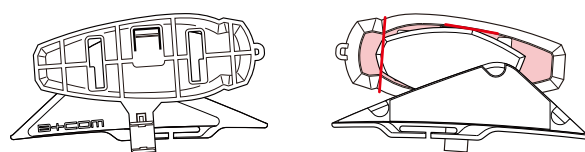

図 3
③ ヘルメットへの取り付け（貼り付け）(図 3)
④ 【重要】 接着硬化まで 24 時間待つ